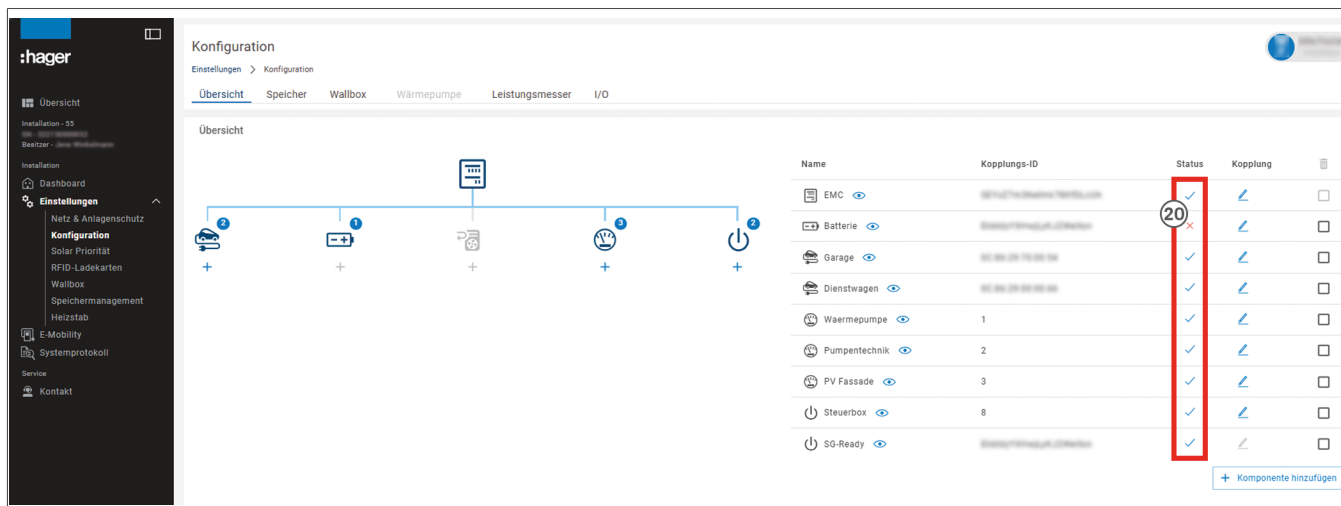
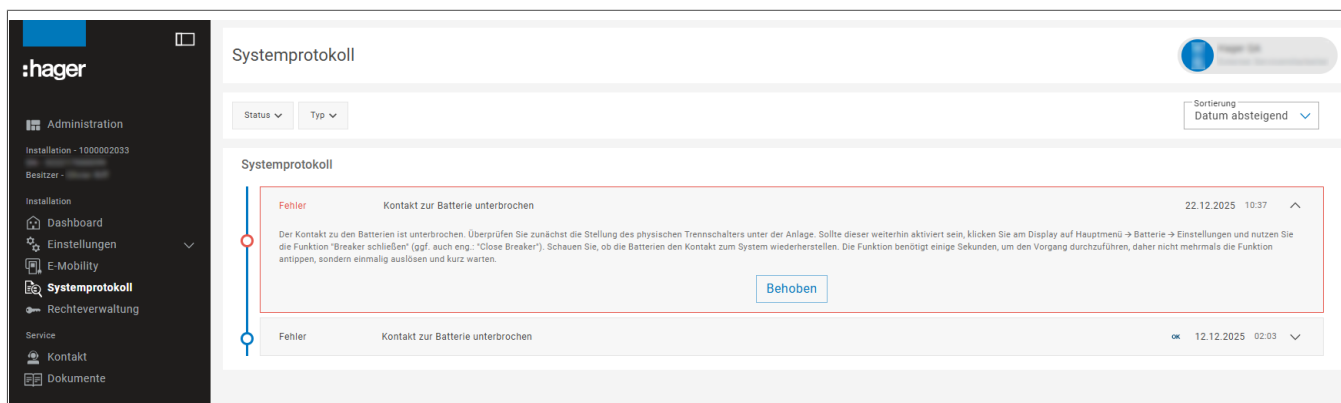

Bild 44: Systemübersicht mit Speicher/ Wechselrichter (Beispiel einer umfangreichen Installation)
Bild 45: Beispiel eines Systemprotokolls mit Fehlern in der Installation
Wenn ein Fehler im Energiemanagement-System identifiziert ist, signalisiert das LED-Band am Wechselrichter die entsprechende Fehlerart und der Fehler wird in der Übersicht des Portals/ der App mit **✗** visualisiert. In der linken Menüleiste unter **Systemprotokoll** sind detaillierte Informationen zum aufgetretenen Fehler einzusehen (Bild 45).
Sind alle neuen Systemkomponenten hochgefahren, nochmals im Portal/ in der App prüfen, ob der Status (Bild 44) (20) aller Systemkomponenten mit *blauem Hakensymbol* als in Ordnung markiert ist. Bei Bedarf unter **Systemprotokoll** (Bild 45) weitere Informationen erhalten oder Signale des LED-Bandes zur Statusanzeige am Wechselrichter prüfen.